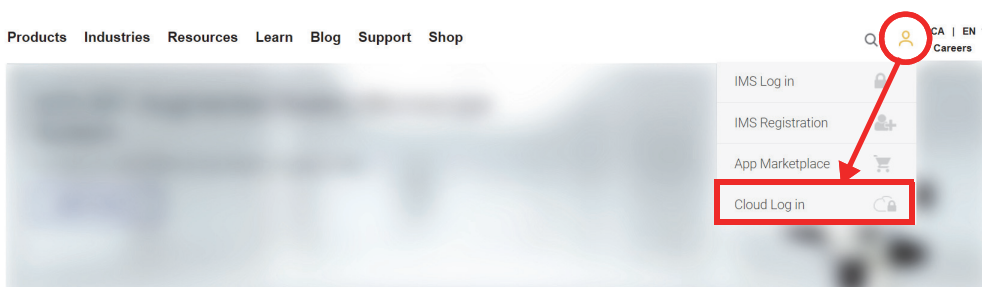

图 9-5 云登录
- 如果您需要在OSC上创建一个新账户, 请进入 www.olympus-ims.com 网站, 并点击 **Cloud Log in** (云登录) 创建您的账户 (参见第 214 页的图 9-5)。